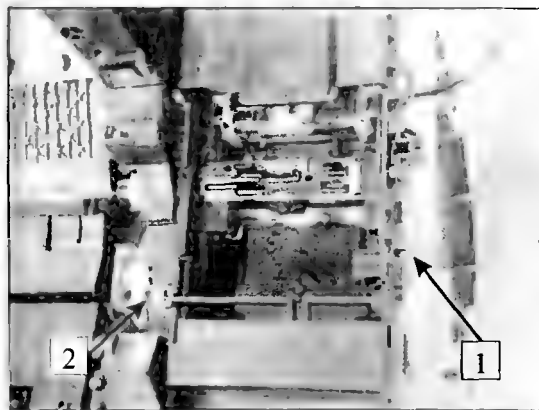
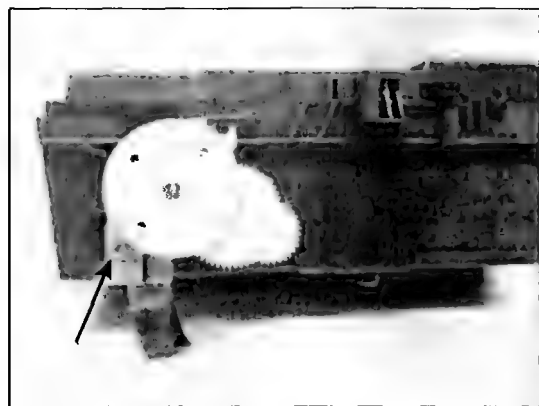
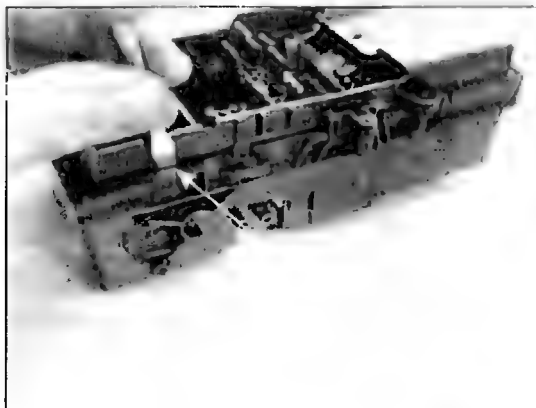
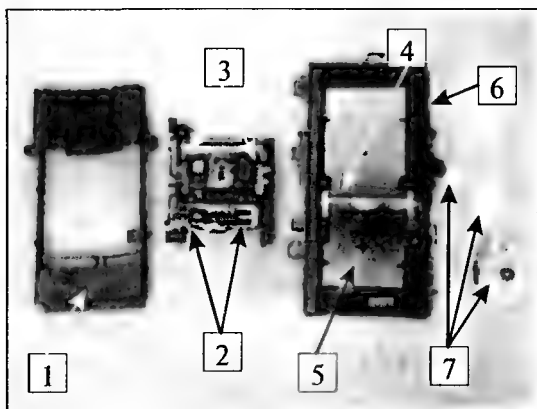

Рис. 4.31
Рис. 4.32
Рис. 4.33
Рис. 4.34
9. Снимают узел парковки и очистки картриджей. Отсоединяют разъем питания двигателя узла 1 (рис. 4.31), откручивают винт 2 крепления к правому основанию принтера и снимают узел. На рис. 4.32 показан винт крепления двигателя к основанию узла. Откручивают два винта соединения частей узла, отжимают две защелки (рис. 4.33) и разбирают узел парковки (рис. 4.34), который состоит из следующих узлов: 1 — верхняя крышка, 2 — резиновые ножи очистки дюзов картриджей, 3 — резиновые присоски парковки картриджей, 4 — шестерня привода в движение подвижной части узла, 5 — впитывающий материал (салфетка), 6 — корпус узла, 7 — шаговый двигатель и шестерни передачи.
После вскрытия облицовки будет виден залитый чернилами парковочный узел. Его необходимо промыть обычной водой, а затем проверить целостность его элементов. Если впитывающая салфетка изношена, лучше ее удалить. При необходимости смазывают трущиеся детали, собирают узел и проверяют его работоспособность. Если подвижная часть перемещается рывками, то в этом случае, скорее всего неисправен двигатель привода узла 7 (рис. 4.34), но может быть неисправна и микросхема контроллера 6 (рис. 4.12) на главной плате. Для ее проверки можно использовать двигатель от моделей 800—900 серий принтеров HP.
Необходимо проверить парковку картриджей: резиновые кюветы 3 (рис. 4.34) должны становиться под дюзы. Если все нормально, то, разобрав парковочный узел, можно увидеть вывалившиеся уплотнители из-под кювет снизу на подвижной части узла. Их устанавливают на место и при необходимости приклеивают.
Сильно загрязнились или повреждены резиновые ножи очистки 2 (рис. 4.32). Их промывают.